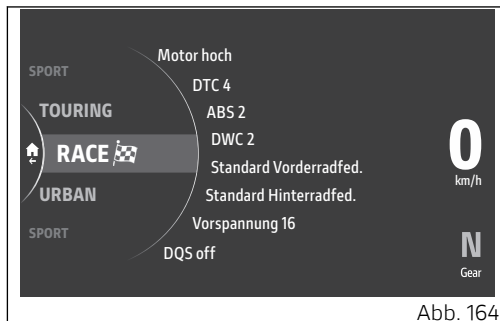

Abb. 164
- Die entsprechende Anzeigeseite (Abb. 164) wird eingeblendet, auf der, durch Betätigen des Joysticks  $\blacktriangle$   $\blacktriangledown$ , die verfügbaren Fahrmodi durchgescrollt und deren Parameter mit den entsprechenden, eingegebenen Werten angezeigt werden können.